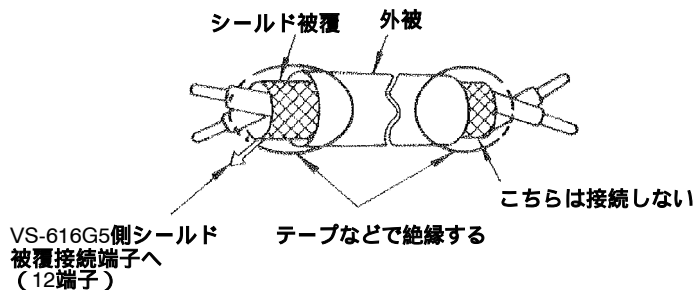

図3.21 ツイストシールド線の端末処理
- ノイズによる誤動作を防止するため制御回路配線にはツイストシールド線及びツイストペアシールド線を使用してください。その端末は図3.21のように処理してください。配線の長さは、50 m 以下にしてください。
- シールド線は 12 (G) 端子に接続してください。